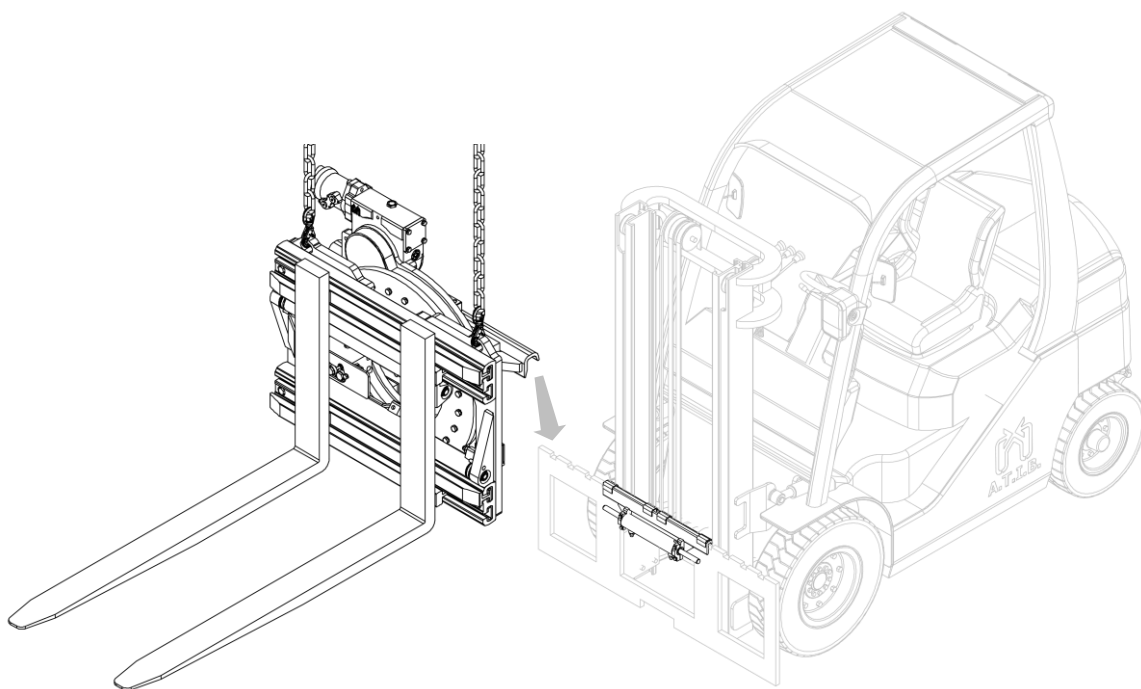

Figure 8
- À l'aide d'un pont roulant ou d'un palan de capacité suffisante, positionner l'équipement sur le double crochet, en prenant soin de le positionner correctement (voir Figure 8).